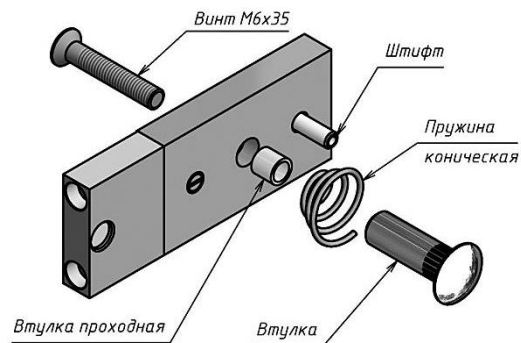

Рисунок 2 - Комплект крепления якоря
- винт М6х16 (потайн.) под ключ S4 (11).....	1 шт.
- якорь М20 (12).....	1 шт.
- пружина коническая (13) (из комплекта крепления якоря).....	1 шт.
- кронштейн якоря М20 (14).....	1 шт.
- комплект крепления якоря (рисунок 2).....	1 шт.
- с помощью комплекта крепления якоря с отверстиями в двери для винта крепления якоря и фиксирующего штифта (рисунок 2);